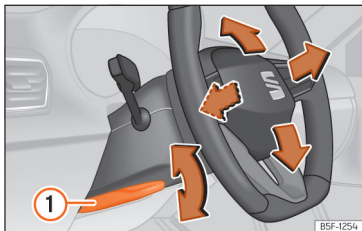

Рис. 87 Важіль у нижній лівій частині рульової колонки.
• Потягніть важіль >>> **рис. 87 1** униз, оберіть зручне положення керма, підніміть важіль угору до кінця.
• Після регулювання керма піднімайте блокувальний важіль >>> **рис. 87 1** угору до кінця, інакше рульова колонка може раптово розблокуватися під час поїздки.